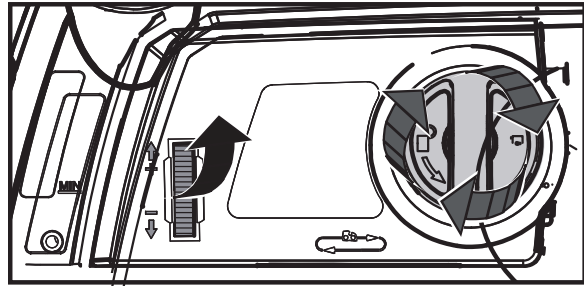

Figura 13 - Ajuste la tensión de la cadena
2. Si es necesario un ajuste de la tensión de la cadena de la sierra, afloje el bloqueo de la cubierta lateral un giro completo entero y gire la rueda de tensión de la cadena (Figura 13). Girar la rueda hacia arriba aumenta la tensión. Girarla hacia abajo disminuye la tensión. Una cadena